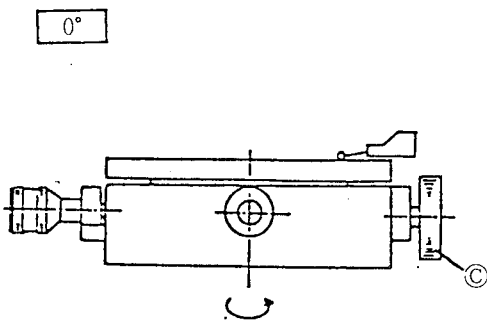

図 5-11
(2) 測定物外周（内周）基準におけるチルチング方法
- ① テーブル上面75mmの位置におけるセンタリングを行う。
- ② ①の位置より上部の部分に先端子を当てる(図5-11)。この時、指針が検出出力の中央aに来る